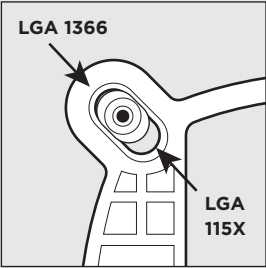

figure 1
- Pour l'installation sur un socket LGA 1366, faites glisser les broches de la plaque arrière vers l'extérieur. (figure 1)
- Schieben Sie die Stifte der Rückwand nach innen, um LGA 115X zu montieren. (Abbildung 1)
- Schieben Sie die Stifte der Rückwand nach innen, um LGA 1366 zu montieren. (Abbildung 1)
- При установке LGA 115X задвиньте штырьки внутрь. (Рис. 1)
- При установке LGA 1366 задвиньте штырьки наружу. (Рис. 1)